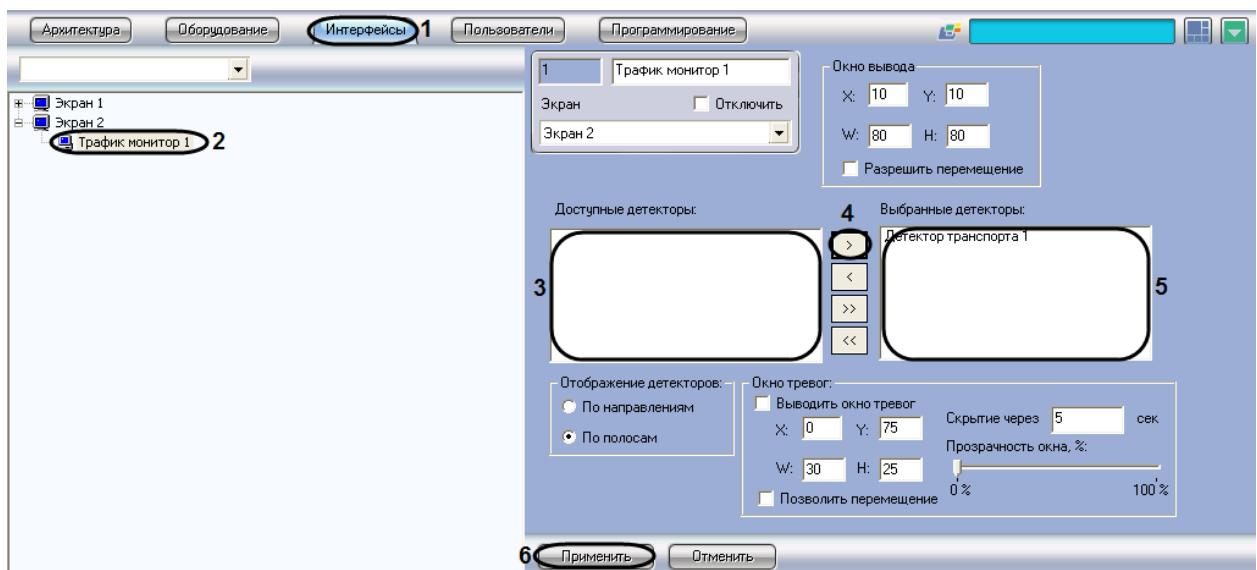

Рис. 7.7—2. Выбор детектора движения
- Нажать кнопку «>» для перемещения выбранного значения в список «Выбранные детекторы» (см. Рис. 7.7—2, 4-5).
- Нажать кнопку «Применить» для сохранения настроек (см. Рис. 7.7—2, 6).